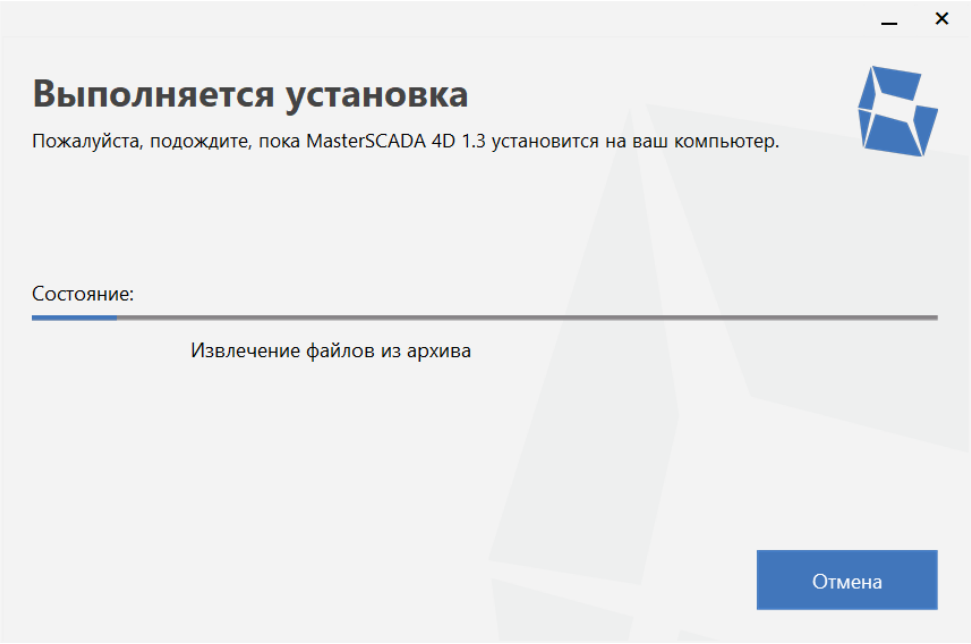

Рисунок 6 – Окно отображения процесса установки
2.3.1.4 Нажмите кнопку «Установить», и откроется диалог, отображающий процесс установки (см. рисунок 6).